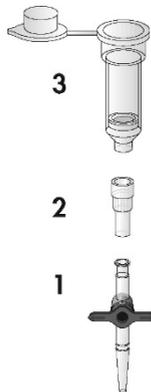

Figura 4. Montaggio dei componenti del QIAamp DSP DNA Blood Mini Kit per l'estrazione sottovuoto dei campioni.
Assicurarsi di impostare correttamente la colonna spin QIAamp Mini, il VacConnector (VC) e la VacValve (vedere Figura 4).